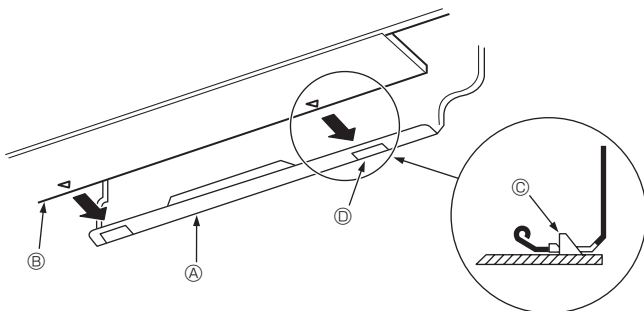

Fig. 3-11
- Mientras inserta la tubería de refrigerante y la manguera de desagüe en el orificio de entrada en la pared (manguito de entrada), cuelgue la parte superior de la unidad interior en la placa de montaje (1).
- Fije la unidad en la placa de montaje (1) empujando la parte inferior de la unidad. (Fig. 3-11)
- \* Compruebe que los mandos de la parte inferior de la unidad interior estén firmemente enganchados en la placa de montaje (1).
- (A) Placa de montaje (1)
- (B) Unidad interior
- (C) Gancho
- (D) Orificio cuadrado